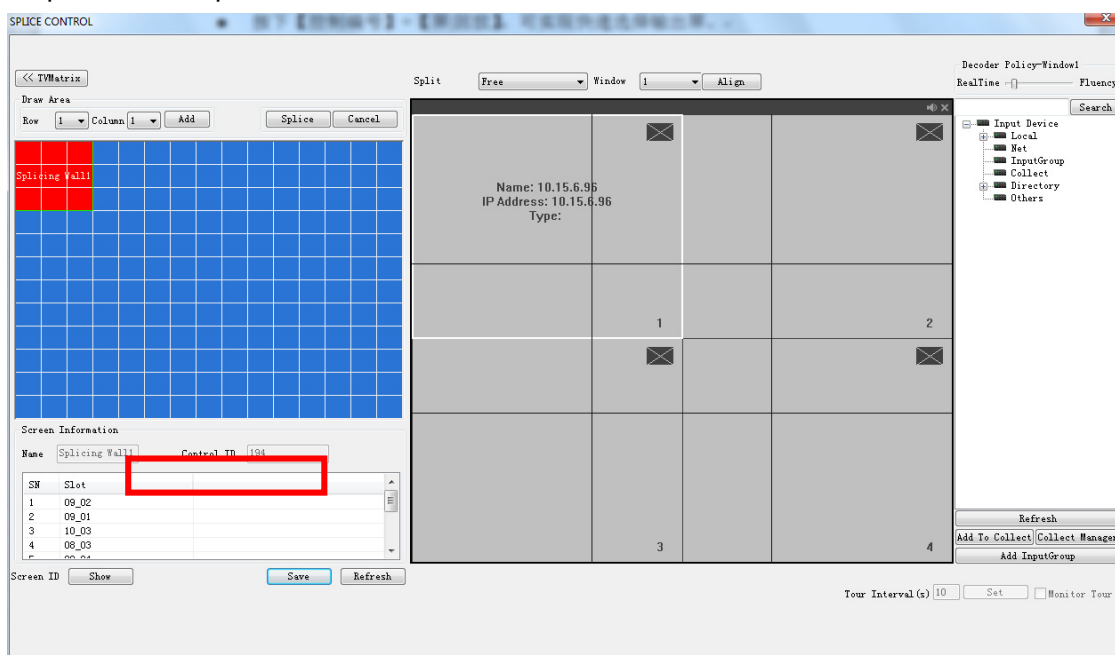

Figura 7–1
Inicie sesión en la página web de la plataforma de matriz de vídeo (M60/M70) y a continuación seleccione el control dividido para que aparezca la siguiente interfaz. Vea la Figura 7–1.
- En [Ajustes] -> [Título de entrada] (Setting -> Input Title), puede editar el N° de control correspondiente de la señal de entrada local. Vea la Figura 7–2.
- En [Ajustes] -> [Dispositivo remoto] (Setting -> Remote Device), haga doble clic en la fuente de señal para poder editar el N° de control del dispositivo remoto. Vea la Figura 7–3.